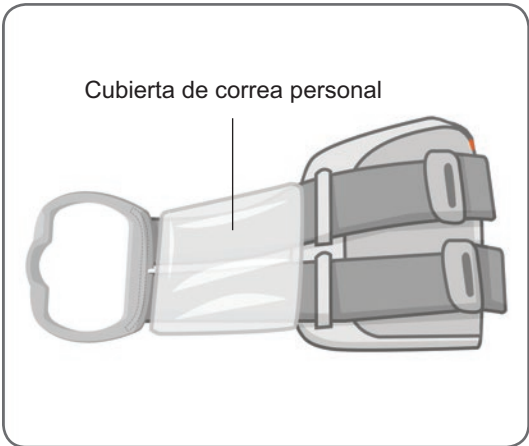

Ilustración 6-3: Cubierta de correa personal en la banda de EF de la parte inferior de la pierna
1. Deslice la cubierta de correa personal sobre la banda de EF de la parte inferior de la pierna. Consulte la ilustración 6-3.